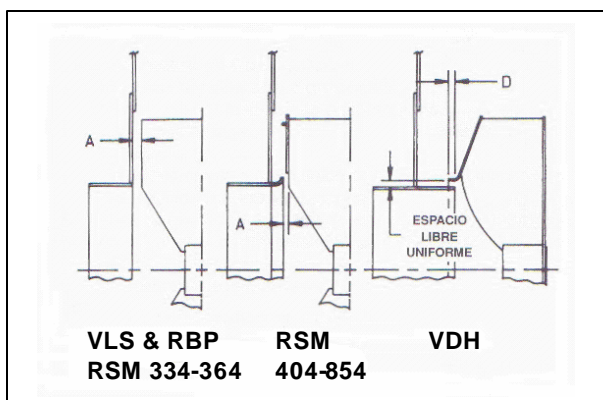

Figura 3
6. Cuando se esté instalando una rueda o cono nuevo, debe mantenerse el espacio libre apropiado del cono a la rueda de entrada (vea la Figura 3).